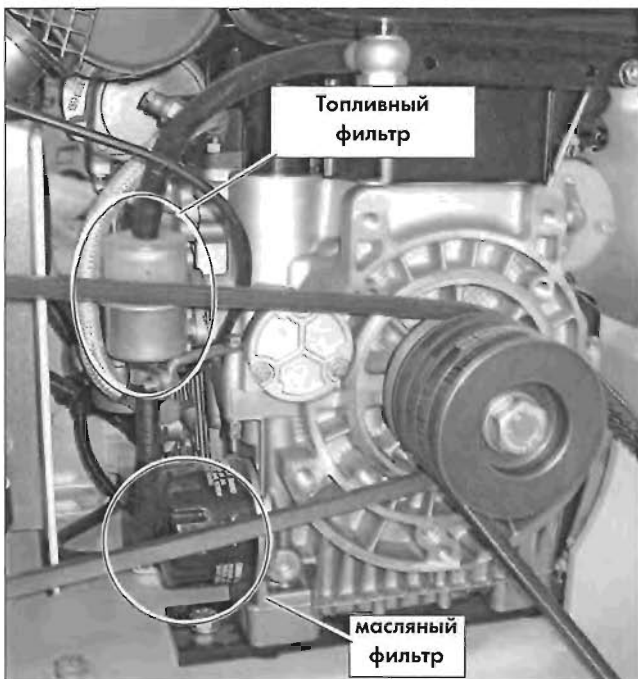

Рис. 6.28 Двигатель слева, задний кожух клиновых ремней снят (часть 2)
3. Масляный фильтр см. Рис.6.28!
5. Топливный фильтр см. на Рис. 6.28!